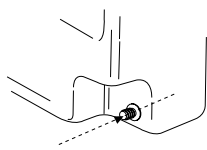

Fig. 2
- 2) Percer le réservoir à l'intérieur de l'embout au moyen d'une foreuse avec une fine mèche (fig. 2).